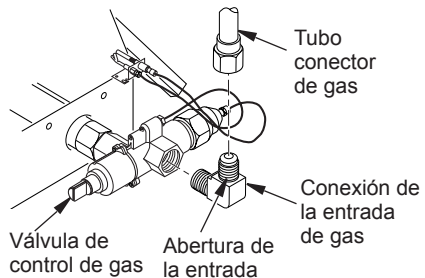

Figura 10 - Instalación de la conexión de entrada y del tubo conector de gas
3. Instale la conexión de entrada en la abertura de entrada de la válvula de control de gas (consulte la figura 10). Aplique sellador en la rosca macho del tubo.